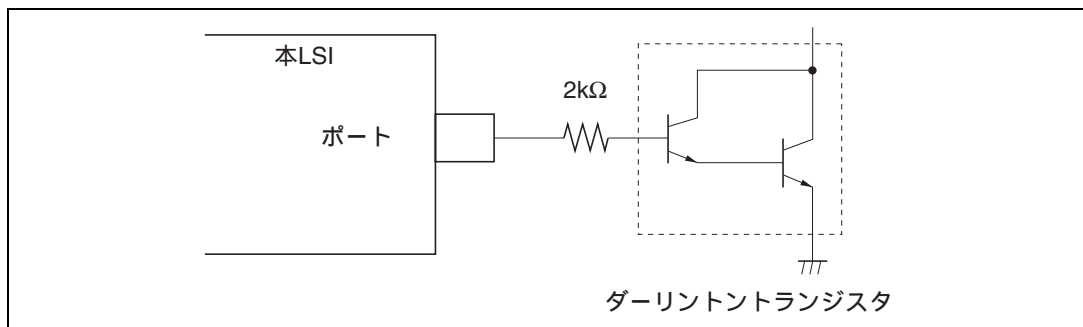
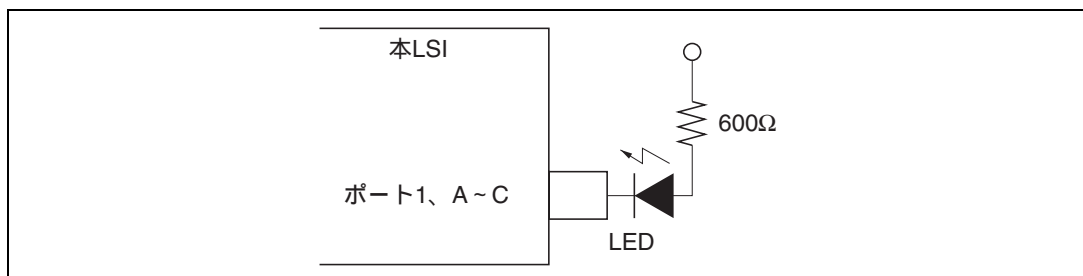

図 20.4 ダーリントトランジスタ駆動回路例
図 20.5 LED 駆動回路例
2. ダーリントトランジスタや、LED を直接駆動する場合には、図 20.4、図 20.5 に示すように、出力に必ず電流制限抵抗を挿入してください。